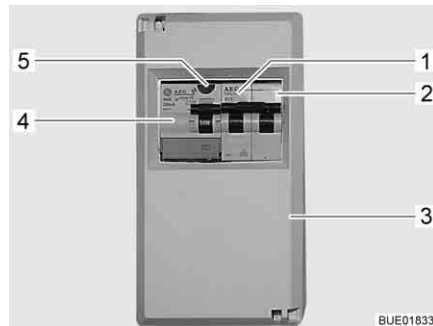

Fig. 168 Coffret de fusibles 230 V avec disjoncteur de protection de circuit et disjoncteur FI
Un disjoncteur différentiel (disjoncteur FI) (Fig. 168,4) dans le coffret de fusibles (Fig. 168,3) protège tout le véhicule contre le courant différentiel (0,03 A).
Le disjoncteur de protection de circuit connecté en aval (10 A) (Fig. 168,2) protège les prises de courant de 230 V, l'appareil d'alimentation électrique, le chargeur supplémentaire et le réfrigérateur.
Sur les véhicules possédant un équipement particulier tel que la climatisation, un disjoncteur de protection de circuit supplémentaire (16 A) (Fig. 168,1) protège l'appareil.
- Lorsque le véhicule est raccordé à l'alimentation 230 V, appuyer sur la touche de contrôle (Fig. 168,5). Le disjoncteur différentiel (FI) doit se déclencher.